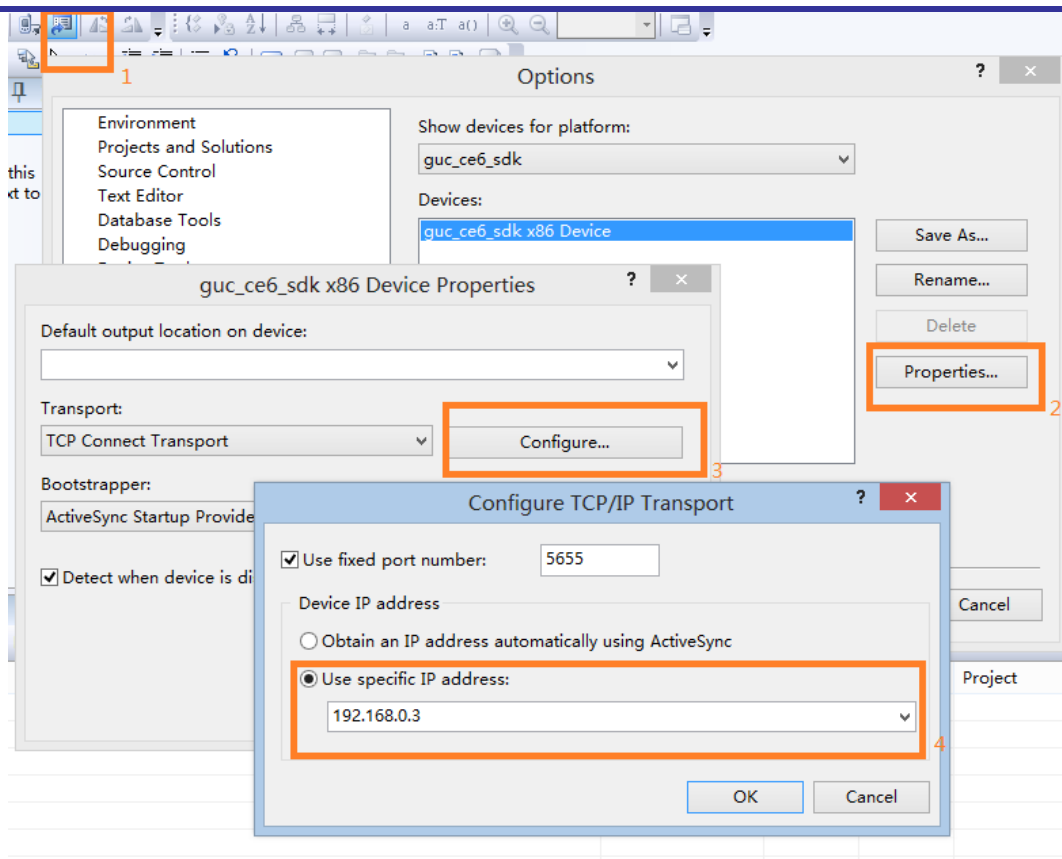

图 5-6 TCP/IP Transport Configure 对话框
- 4) Visual Studio 端的配置。如下图所示，点击‘Device Options’图标（或者通过点击菜单‘Tools’—‘Options’—‘Devices’）打开设备配置对话框。然后按照下面的过程，配置控制器的 IP 地址。如图 5-6 所示。